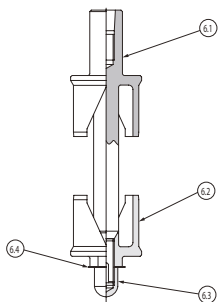
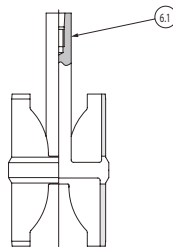

Fig. 3 - Obturador 85-30
Fig. 4 - Obturador 85-40
- Desrosqueie a sede superior (5) do corpo (1) utilizando uma ferramenta adequada. Remova o obturador (6.1) e desrosqueie a sede inferior (4) do corpo (1).
6. Se necessário separar a haste (6) do assentamento superior (6.1, fig. 3) ou do obturador (6.1, fig. 5), retire o pino trava (34) e desrosqueie a haste (16). Este passo só deve ser seguido quando se deseja substituir a haste (16). Quando for necessário substituir o assentamento superior (6.1, fig. 4) ou o obturador (6.1, fig.4) utiliza também uma haste nova.
5.3.2. No caso de substituição da haste, rosqueie a nova haste (16) no assento superior (6.1, fig.3) ou obturador (6.1, fig. 5) e instale um novo pino (34).
Tipo 85-30 (fig. 3)